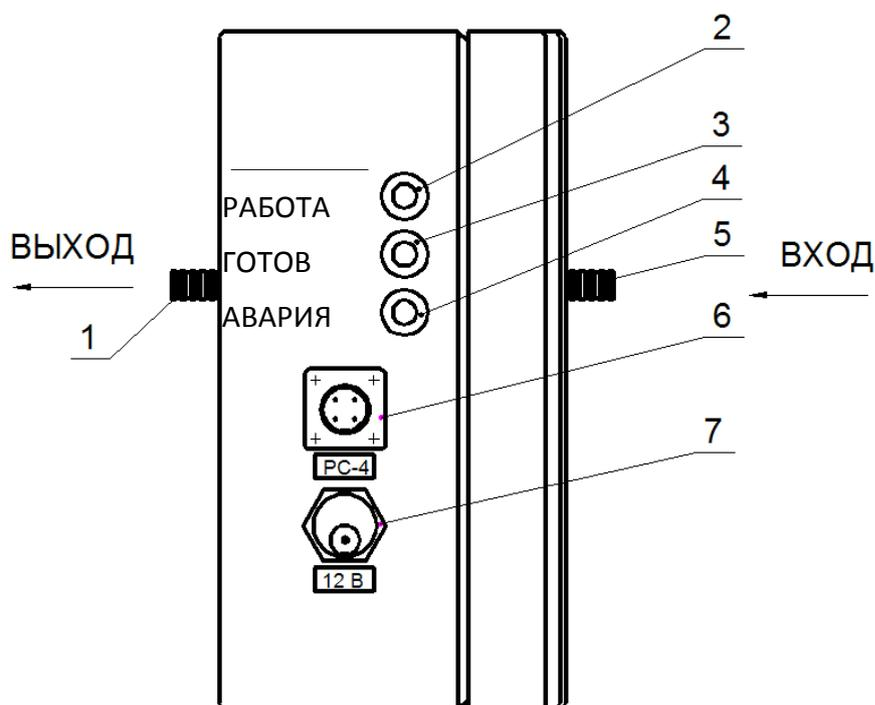

Рисунок 2 – Вид на панель управления и индикации
6.1 Соединить штуцер ВЫХОД (рис.2, поз.1) дожигателя со штуцером ВХОД газоанализатора ГАНК-4 (см. Руководство по эксплуатации КПКУ.413322.000 РЭ) трубкой ПВД 8 x 1,5 мм из комплекта поставки.
6.2 Соединить трубку 8x1,5 мм зонда штатного, входящий в комплект поставки газоанализатора, со штуцером ВХОД (рис.2, поз.4) дожигателя.
7.5 Для зарядки аккумулятора использовать только зарядное устройство из комплекта поставки, подключая его через разъем «12 В» (рис.2, поз.5). В течении заряда аккумулятора дожигателя цвет индикатора зарядного устройства красный, после изменения его цвета на зеленый заряд закончен и зарядное устройство надо отсоединить.